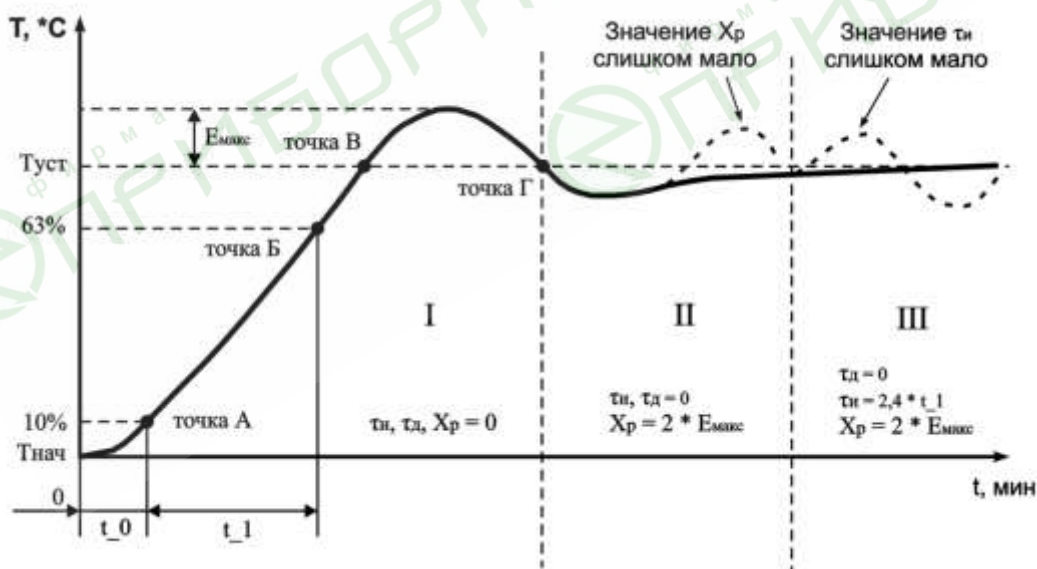

Рисунок 7.1 - Ручная настройка ПИД-регулятора
7.2.5.2.3 Установить значение параметра  $c H 1 = 3$  ( $c H 2$ ,  $c H 3$ ,  $c H 4$ ). После нажатия кнопки  на индикаторе отобразится мигающая надпись “ $P \bar{c} d$ ” с соответствующим индикатором номера настраиваемого канала в течении времени 10 сек (время может меняться в зависимости от установленного времени фильтра  $F \bar{c} 1$ ,  $F \bar{c} 2$ ,  $F \bar{c} 3$ ,  $F \bar{c} 4$ ). По окончании времени регулятор выдаст непрерывный максимальный выходной сигнал и на дисплее отобразится текущая температура с точкой в младшем разряде “xxx.”. В результате чего выходное реле нагрузки будет включено до тех пор, пока не будет достигнута величина температуры равная  $S P$  ( $T_{уст}$ ). После выключения реле нагрузки (стадия I, точка В на рисунке 7.1) некоторое время температура по инерции будет продолжать увеличиваться. Как только контролируемая температура опустится ниже  $S P$  ( $T_{уст}$ ), процесс автонастройки заканчивается (точка Г рисунок 7.1), на дисплее отображается непрерывная надпись “ $P \bar{c} d$ ”. ТР-101 вычисляет коэффициенты ПИД регулятора: полосу пропорциональности  $X_p$ , постоянную времени интегрирования  $\tau_i$ , постоянную времени дифференцирования  $\tau_d$ . После окончания автонастройки необходимо нажатием кнопки  перевести прибор в режим программирования, в котором можно посмотреть и скорректировать полученные значения коэффициентов.
7.2.6.3.6 Измерить максимальное значение перерегулирования между точками В и Г ( $E_{\text{макс}}$ , рисунок 7.1).